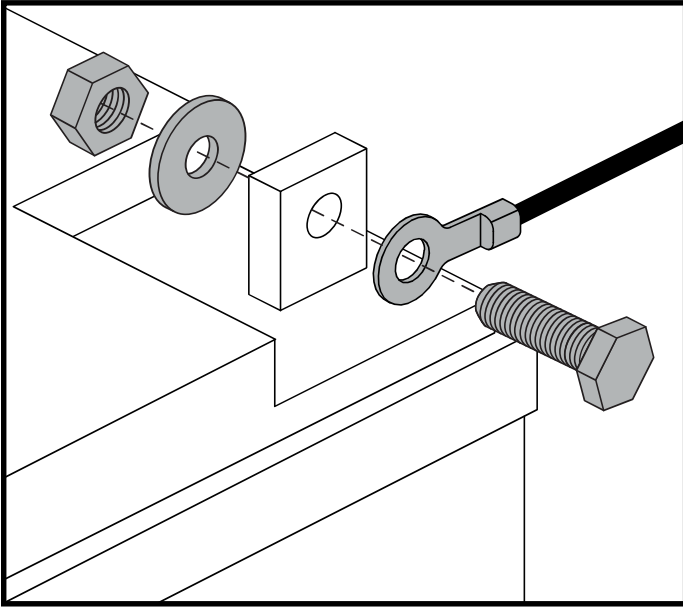

Figure 15. Batterie Borne Matériel - Configuration 1
4. Débranchez les câbles des bornes des batteries en soulevant la housse des bornes et en desserrant le boulon et l'écrou sur chaque borne. **Voir la figures 15 et 16.**